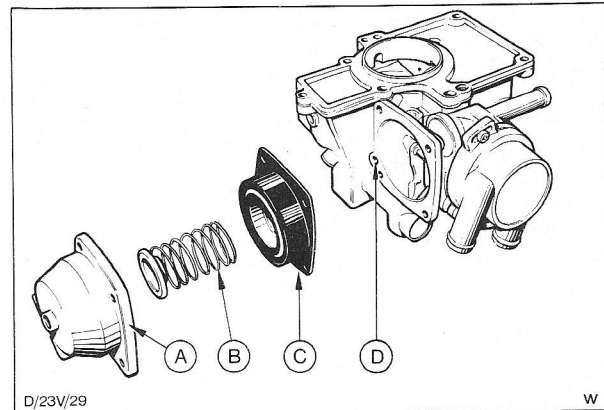

Fig. 54 Luchtklepmembraan monteren.
16. Sluit het luchtklepmembraan op de bedieningsstangen aan, breng het borgringetje aan en monteer het membraanhuis met de veer; Fig. 54. Zet het membraanhuis met de vier kruiskopschroeven vast.
N.B.: Zorg dat de vacuümopening in het membraan correspondeert met de toevoerkanalen in het carburateurhuis, 'D' in Fig. 54, en het membraanhuis. Zorg verder dat er geen vouwen in het membraan komen door de luchtklep open te houden tijdens het aanbrengen en vastzetten van het membraanhuis.